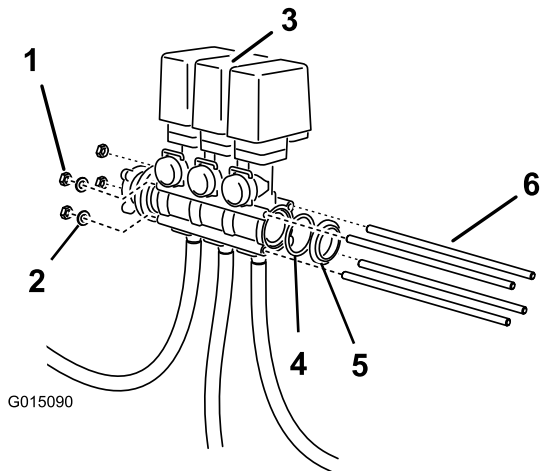

Figure 6
- Insérez les tiges filetées dans les trous des corps des vannes de dérivation des rampes et, dans le cas des 2 tiges les plus proches du longeron de montage, dans le support gauche (Figure 4 et Figure 6).